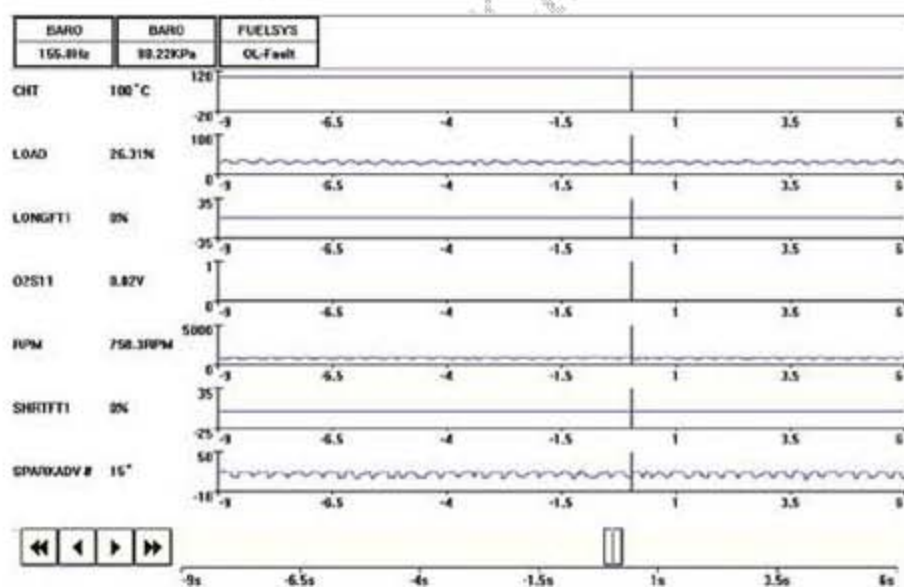
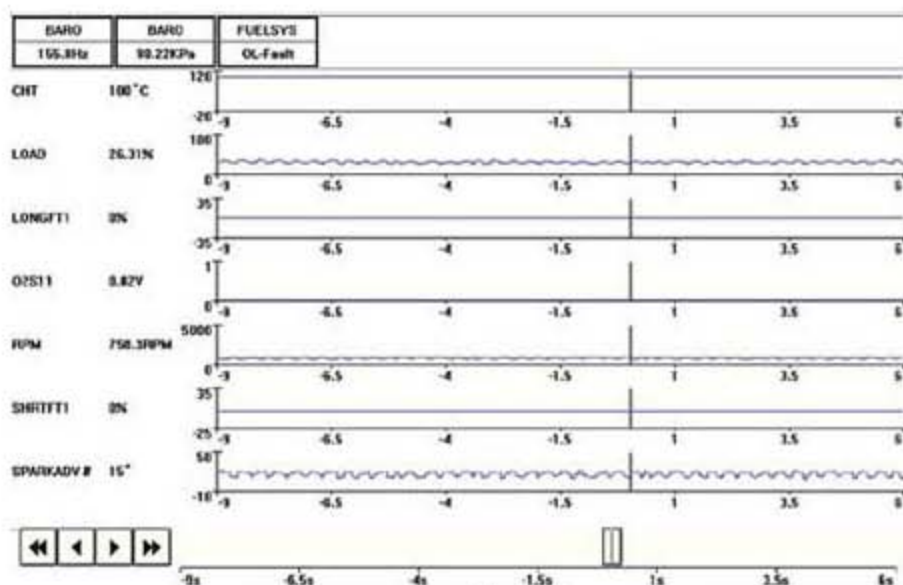

图 1 故障数据
图 2 正常数据
- 2). 笔者监测了出现故障时的数据流(图 1), 并将其与正常数据(图 2)进行了对比, 通过数据流的对比, 可以看到出现故障时, FUELSYS(燃油修正)处于开环状态。出现开环状态的原因通常包括: 发动机处于冷起动状态、发动机大负荷、处于减速或限速工况以及三元催化处于保护模式。进入闭环工作的基本条件包括: 发动机达到正常工作温度、氧传感器处于工作温度以及计时延时完毕。从故障数据流中可以看到, 氧传感器 O2S11 的电压保持 0.02V 不变, 于是 PCM 认为氧传感器信号出现故障, 从而控制燃油系统处于开环状态。氧